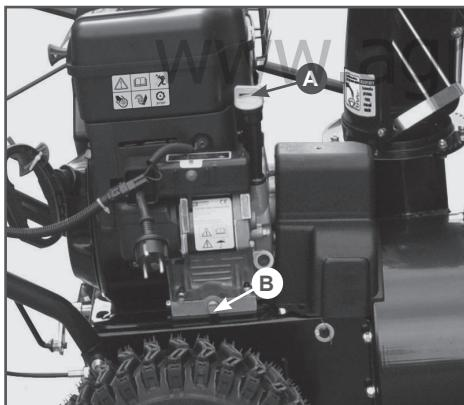

Рис.11 Замена масла
- Откройте крышку маслозаливной горловины (рис. 11-А).
- Подставьте под сливное отверстие подходящую емкость и открутите болт отверстия для слива масла (Рис.11-В).